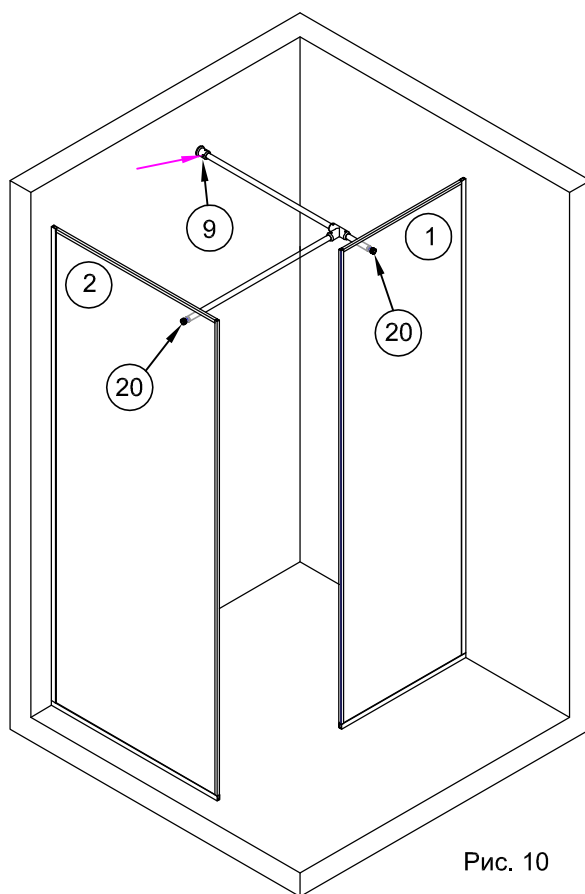

Рис. 10
5.6. Собранный штангу вставить выступающими концами шпилек в отверстия панелей. Другой конец штанги завести в держатель штанга-стена №9. Снаружи на шпильки одеть вторые прокладки №19 и зафиксировать штанги на стеклах заглушками №20 (рис.10).
Выровнять вертикальное положение стекол панелей. Зафиксировать положение штанги в креплении №9, закрутив винт на креплении шестигранным ключом (рис.10).